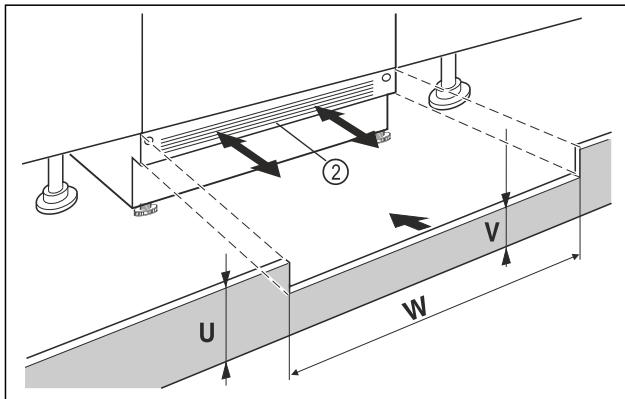

Fig. 15 Beispielhafte Darstellung
- Gerätesockelblende Fig. 15 (2) aufsetzen aber noch nicht fixieren.
- Bei sichtbarer Sockelblende Fig. 15 (2), diese so weit nach vorn ziehen, dass Vorderkante Lüftungsgitter und Möbelsockelblende eine Ebene bilden.
- Bei verdeckter Sockelblende Fig. 15 (2), diese ganz nach hinten schieben.
- Auf komplett freie Lüftungsschlitzte achten: Bei Bedarf Höhe der Möbelsockelblende Fig. 15 (U) zuschneiden!
- Entlang der Nischenbreite Fig. 15 (W) die Steghöhe Fig. 15 (V) unter der Gerätesockelblende Fig. 15 (2) einpassen.